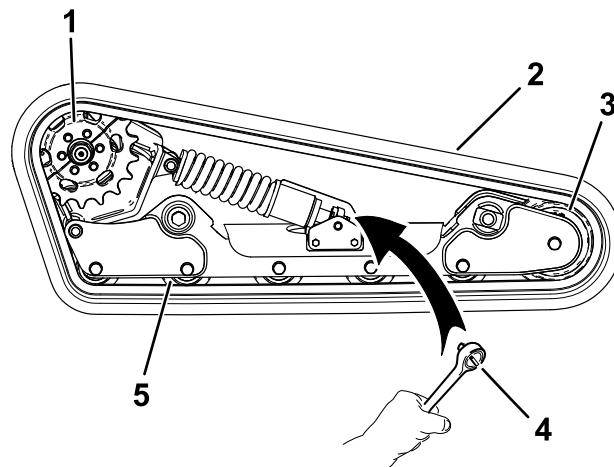

Bild 61
8. Lösen Sie die Antriebsspannung mit einer Ratsche (1/2"), indem Sie die Spannschraube nach rechts drehen (Bild 57 und Bild 61).
9. Entfernen Sie die drei Schrauben, die die Kettenradhälfte sichern, die nicht in die Kette eingreift (Bild 61).
14. Wickeln Sie die neue Kette um das Vorderrad, dann um die Antriebsnabe an der Seite ohne Kettenrad (**Bild 61**).
15. Schieben Sie die Kette unter und zwischen die Straßenräder und wickeln Sie diese um den Rahmen (**Bild 61**).